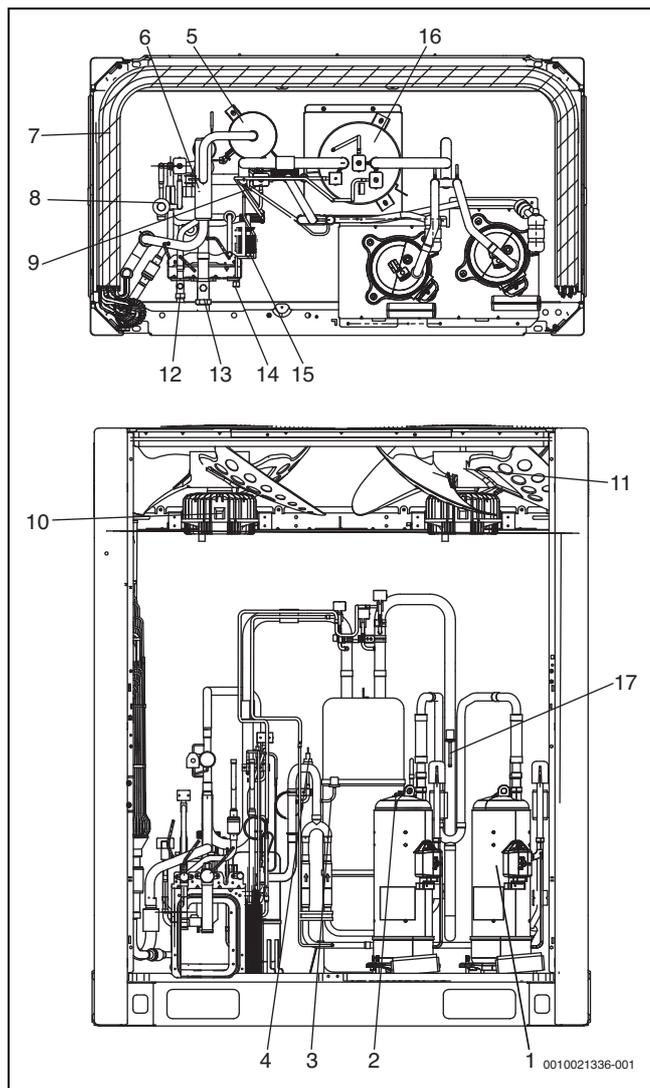

Рис. 60 Расположение компонентов
**Обозначения на рис. 60 и 61:**